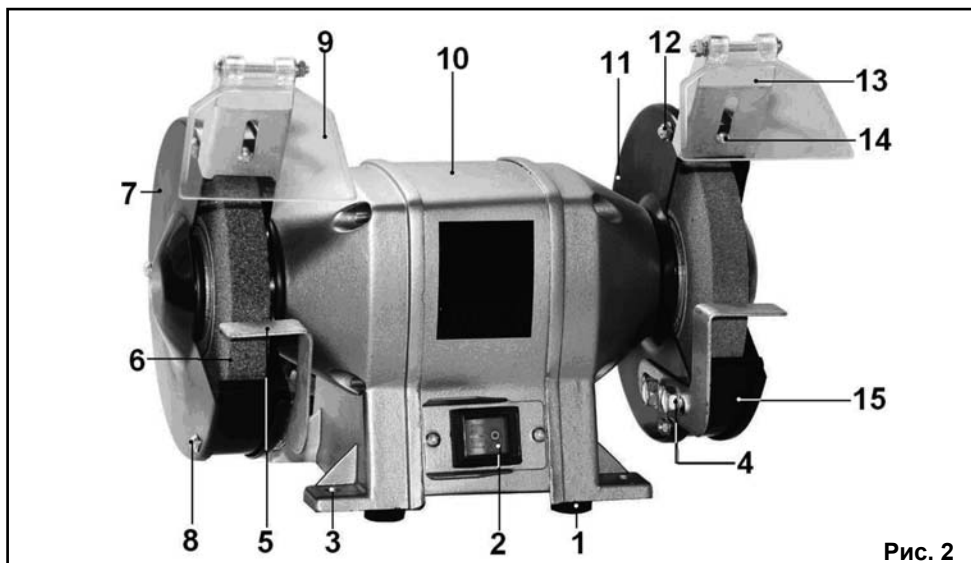

Рис. 2
Машина состоит из следующих сборочных единиц и деталей (Рис. 2):
8. СБОРКА И РЕГУЛИРОВКА (Рис. 2)
8.1.1. Установите подручник (5), используя болты (4), как показано на Рис. 2. Перед установкой подручника (5) установите на болт (4) шайбу из комплекта поставки.
8.2.1. Установите защитный экран (9) в сборе со скобой (13), как показано на Рис. 2. Под шляпку винта (14) подложите шайбу, а под гайку - пружинную шайбу (гровер) из комплекта поставки.
8.2.5. После сборки и регулировки убедитесь в свободном вращении шлифовального круга (6), провернув его на несколько оборотов рукой.
Установите машину на ровной и устойчивой поверхности верстака и надежно закрепите её через специальные отверстия (3) Рис. 2, с помощью болтовых соединений (не входит в комплект поставки).
10.1. Пуск машины (Рис. 2)
10.2. Заточка с помощью шлифовального круга (Рис. 2)